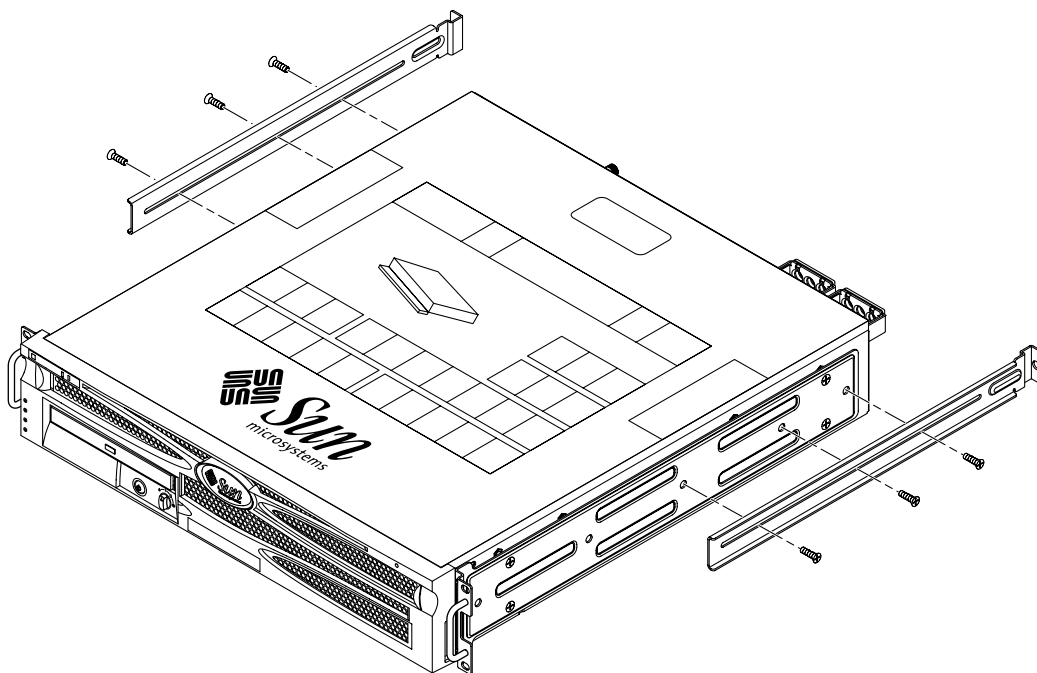

FIGURA 3-3 Acoplamiento de los soportes de apoyo de montaje posterior
5. Instale los apoyos de montaje posteriores de la parte posterior del servidor, extendiendo los apoyos hasta la profundidad medida del bastidor (FIGURA 3-3).